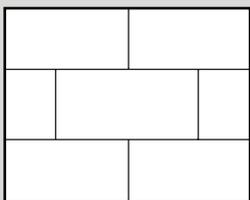
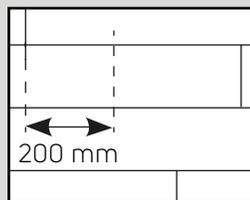

Fig. 3a
Fig. 3b
4. Commencez la deuxième rangée en emboîtant la languette dans la rainure qui tient la lame à un angle d'environ 30°. Poussez ensuite fermement la lame/dalle dans la rainure de la première rangée. Posez la lame/dalle suivante en emboîtant la languette dans la rainure le long du bord court. Présentez ensuite la languette dans la rainure sur le côté long, en inclinant les lames/dalles pour qu'elles s'emboîtent (Figure 3). Il convient de poser les dalles et les lames en « décalé » pour faire en sorte que les quatre coins ne se touchent jamais (Figure 3a et Figure 3b).